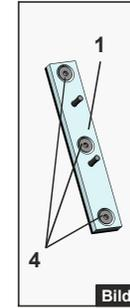

Bild 1
- Montageplatte (1) etwa mittig zum Deckmaterial über dem Sparren positionieren. (Montageplatte auf **Bild 1** beachten)
- Montageplatte mit den mitgelieferten Holzschrauben (4) befestigen (min. 32 mm Eindringtiefe in den Sparren).
- Abdeckkappe (2) anbringen.